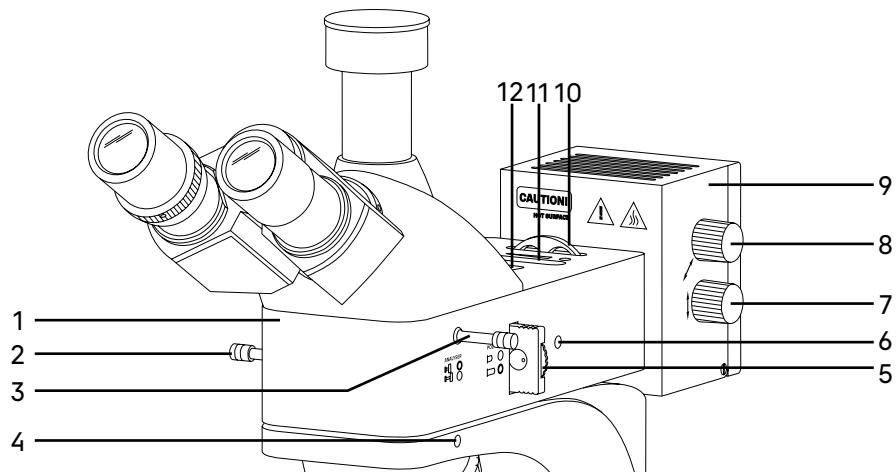

Рис. 4. Насадка осветителя отраженного света
Осветитель отраженного света представлен на рис. 4.
Корпус насадки 1 (рис. 4) устанавливается сверху на штатив микроскопа и закрепляется винтом 4 (рис. 4) при помощи ключа-шестигранника. В корпусе насадки располагаются:
- устройство простой поляризации – вращающийся поляризатор 5 (рис. 4) и встроенный анализатор 3 (рис. 4);
- полевая диафрагма 12 (рис. 4) и апертурная диафрагма 11 (рис. 4);
- несъемное кольцо с набором цветных фильтров 10 (рис. 4) имеет пять положений: свободное отверстие и 4 фильтра – матовый, желтый, зеленый и синий;
— рукоятка 2 (рис.4) для переключения на режим отраженного/проходящего света – для переключения на режим проходящего света (для исследования прозрачных и полупрозрачных пленок и фильтров) выдвиньте рукоятку 2 (рис. 4) до упора, а для переключения на режим отраженного света (для освещения непрозрачных образцов, таких как металлы и сплавы, для исследования поверхности образца с целью выявления его текстуры, микроструктуры и обнаружения дефектов) установите ее в крайнее вдвиннутое положение.
Поляризатор 5 (рис. 4) расположен в корпусе насадки между источником света и объективами. Поляризатор имеет два положения – свободное отверстие и поляризационный фильтр. Поляризатор вращается в диапазоне 0–360°. Чтобы ввести поляризатор в оптическую ось, следует вставить устройство до конца. Поляризованный свет передается через объектив на объект.
Анализатор 3 (рис. 4) расположен между объективом и визуальной насадкой. Анализатор имеет два положения – свободное отверстие и поляризационный фильтр. Чтобы ввести анализатор в оптическую ось, следует вставить устройство до конца.
Фонарь лампы 9 (рис. 4) крепится на насадку 1 (рис. 4). Внутри фонаря располагается источник света – галогенная лампа. Центрировка лампы по трем осям осуществляется рукоятками 15 (рис. 2) и 7, 8 (рис. 4). Галогенная лампа нагревается, поэтому корпус фонаря имеет решетку для естественного охлаждения источника света.